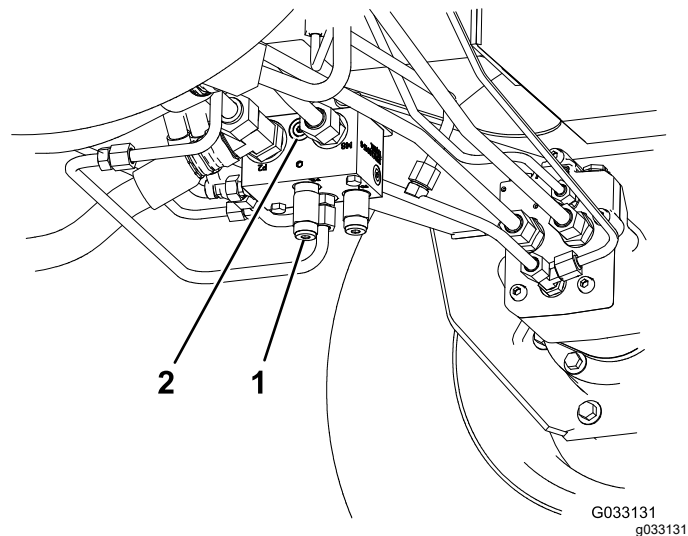

Figure 63
- Coupleur (ref. Toro 95-0985) (2)
- Raccord hydraulique (ref. Toro 340-77) (2)
1. Montez un raccord de diagnostic dans l'orifice non identifié situé entre les orifices M8 et P2 sur le collecteur de déplacement arrière (Figure 63).